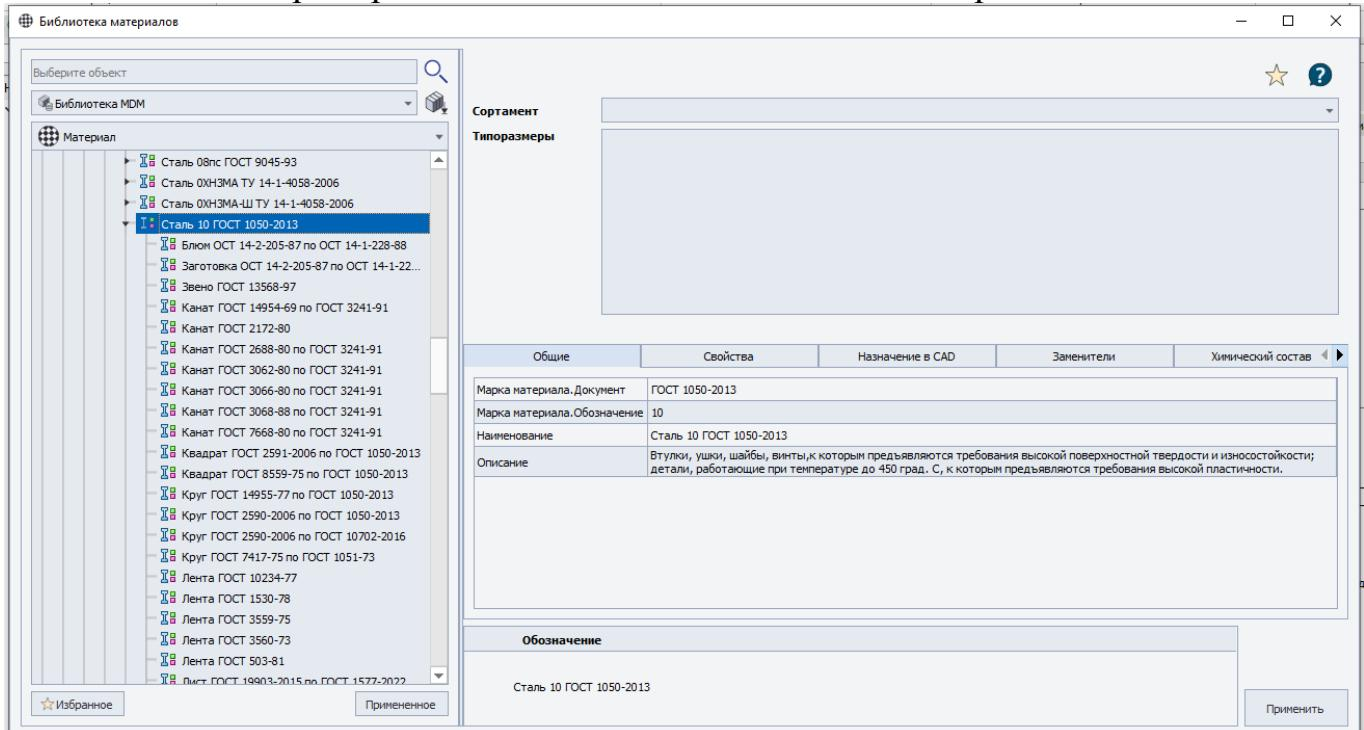

Рисунок 82
- при активации в «Навигаторе модели» последовательно пункт «Библиотека материалов» и «Задать материал» (рис. 82);